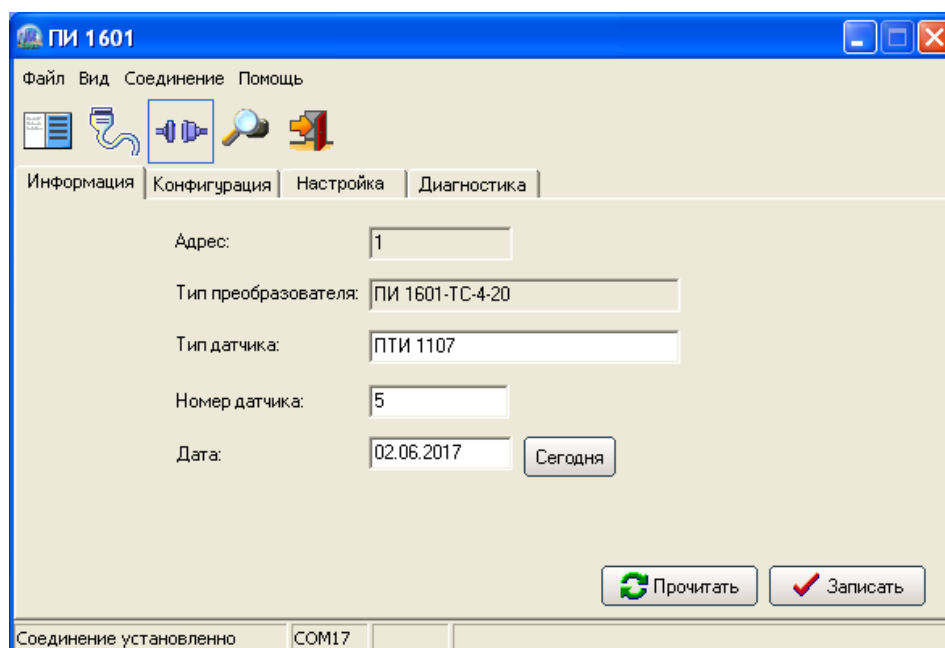

Рисунок 3 - Вкладка «Информация»
1.7.3 Во вкладке СПО «Информация» поля «Тип датчика», «Номер датчика» и «Дата» доступны для редактирования. После изменения в них информации необходимо нажать кнопку «Записать» (см. рисунок 3). Данные записываются во внутреннюю память преобразователя и в дальнейшем доступны для чтения.